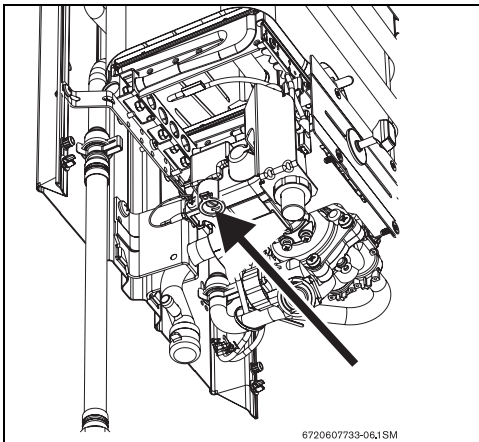

Рис. 6 Винт регулировки макс. расхода газа
- Снять пломбу с регулировочного винта (→Рис. 6).